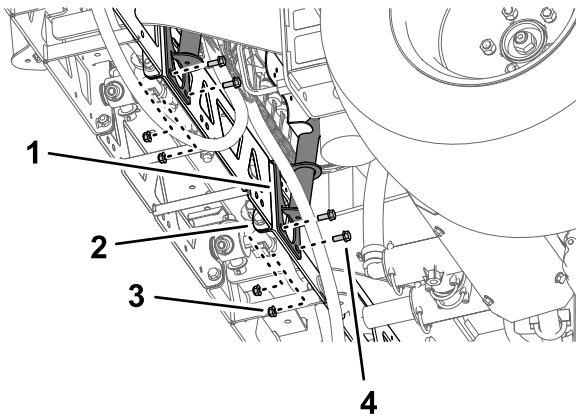
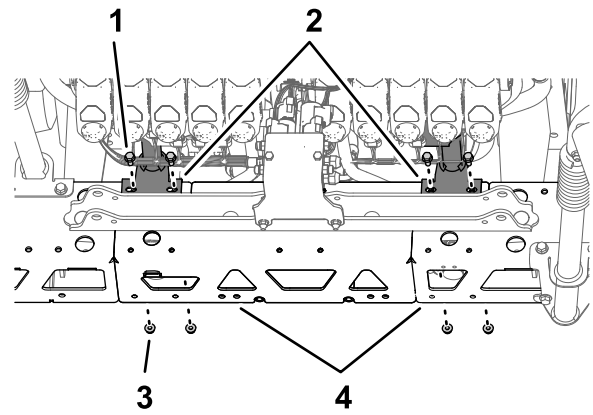

Figura 109
Figura 110
2. Alinee los orificios del soporte de montaje del soporte de las válvulas con los orificios del perfil de travesaño de la sección de brazo central (Figura 109).
3. Monte el soporte de las válvulas en el perfil del travesaño (Figura 109 y Figura 110) con 4 pernos (5/16" x 3/4") y 4 contratuercas con arandela prensada (5/16").